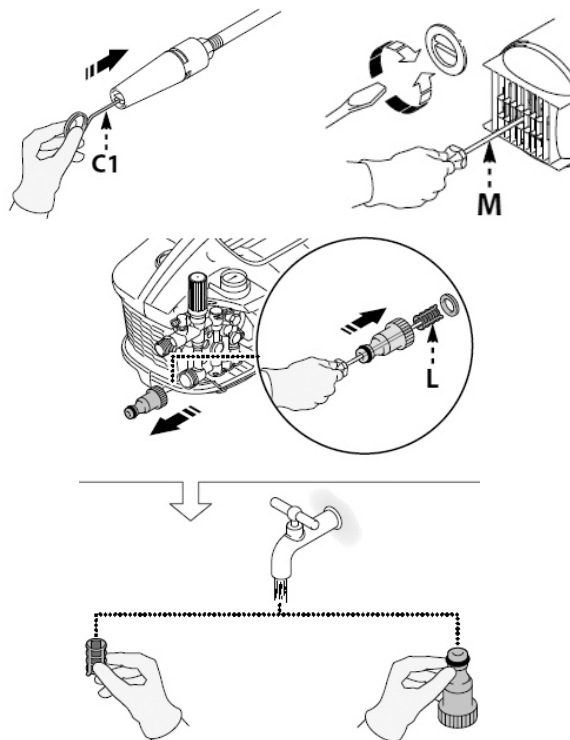

Abb. 13: Pflege, Wartung, Lagerung und Transport
Schritt 2: Mit dem Werkzeug (Pos. C.1, Abb. 13) die Bohrung der Düse säubern.
Vor jedem Gebrauch den Saugfilter (Pos. L, Abb. 13) und den Reinigungsmittelfilter (falls vorgesehen) kontrollieren und erforderlichenfalls wie angegeben reinigen.
Wenn das Gerät über lange Zeit nicht verwendet wird, können Kalkablagerungen die Blockierung des Motors verursachen. Zum Aufheben der Blockierung des Motors die Motorwelle mit dem mitgelieferten Werkzeug (Pos. M, Abb. 13) drehen.